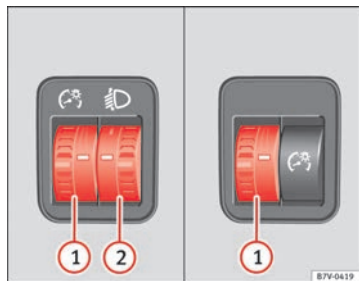

Fig. 63 Accanto al volante: regolazione dell'illuminazione degli strumenti e dei comandi ① e dell'assetto dei fari ②
① Illuminazione degli strumenti e dei comandi
Quando le luci sono accese è possibile regolare l'intensità di illuminazione degli strumenti e dei comandi servendosi della rotella zigrinata ⇒ fig. 63 ①.
② Regolazione dell'assetto dei fari
La regolazione della portata dei fari ⇒ fig. 63 ② viene modificata in base al valore del cono di luce emesso, secondo le condizioni di carico del veicolo. In questo modo il conducente gode della miglior visibilità possibile e non abbaglia coloro che circolano in direzione opposta ⇒ ⚠.
Per la regolazione, ruotare il comando ⇒ fig. 63 ②: